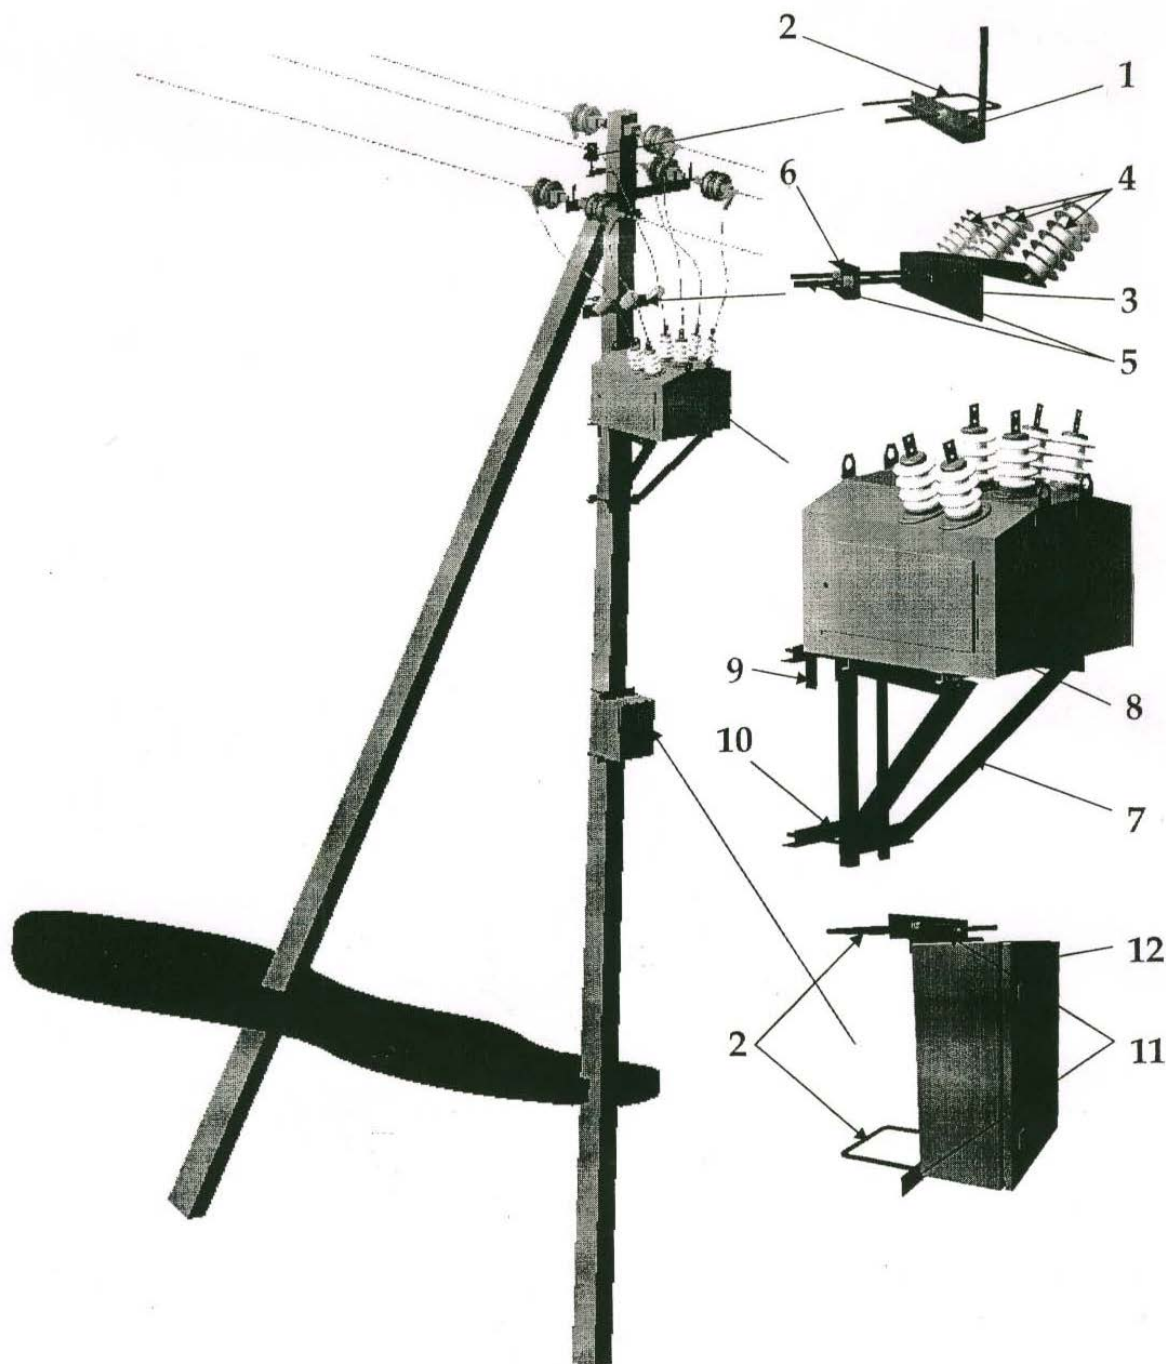
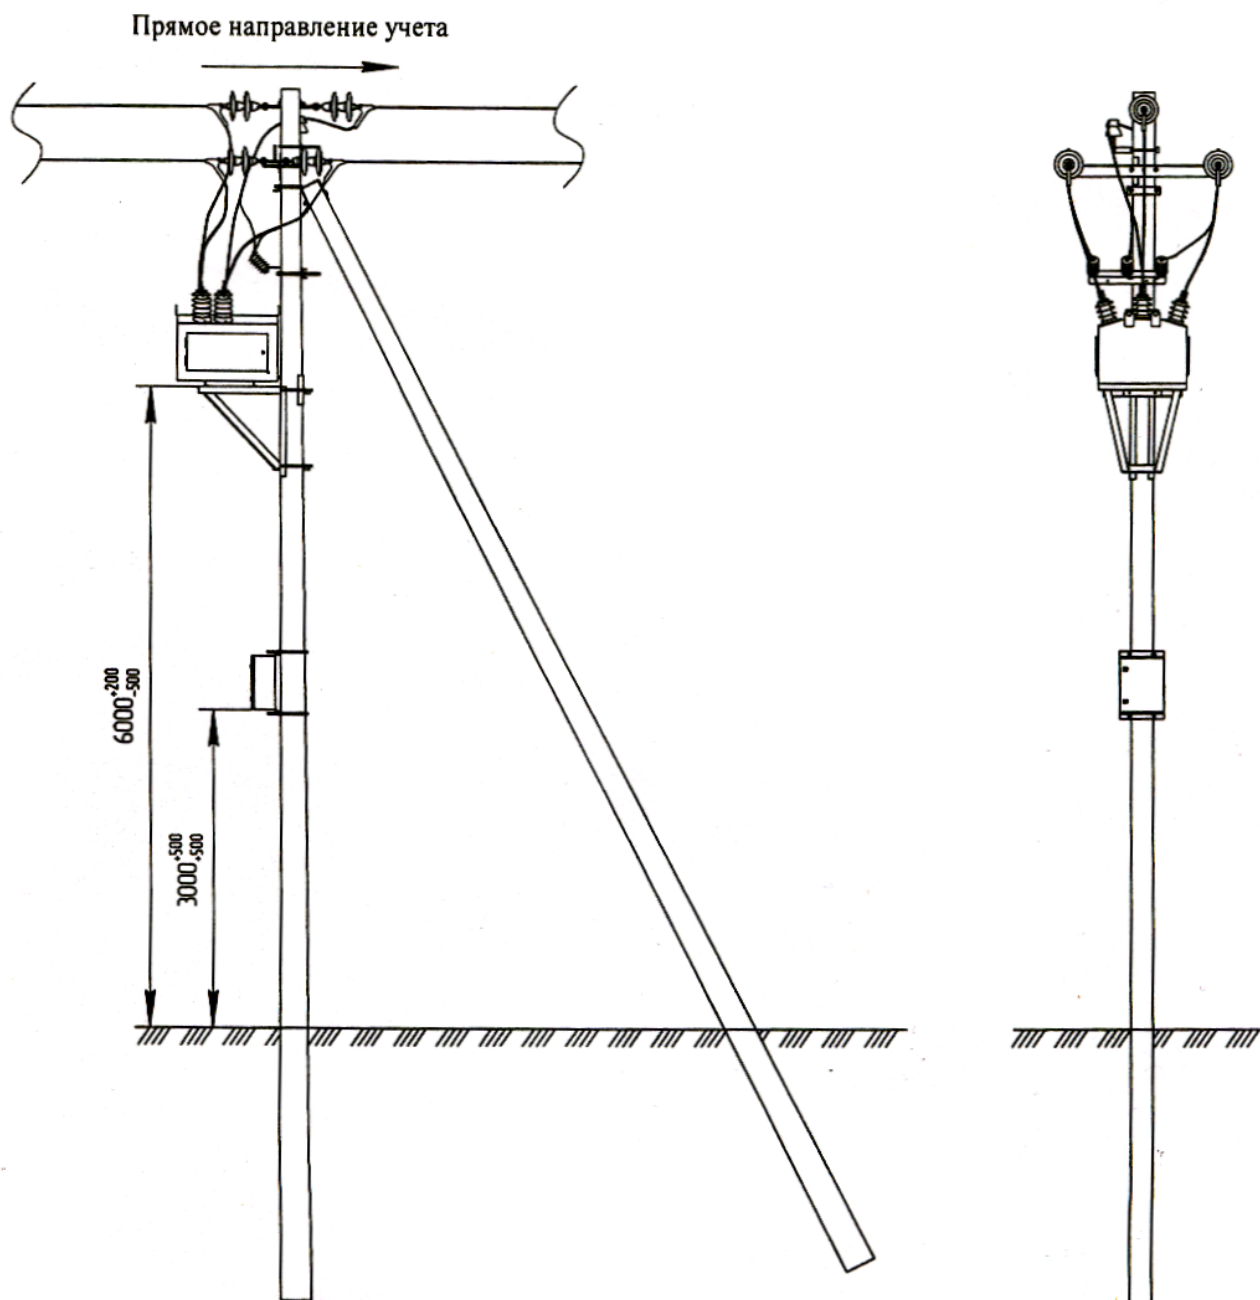

Рис. 4. Пункт коммерческого учета электроэнергии ПКУ-10(6). Схема монтажа
Рисунок 5. Пункт коммерческого учета электроэнергии ПКУ-10(6). Установка на опоре.
Монтаж ПКУ-10(6) осуществляется на анкерных или одностоечных железобетонных опорах типа СВ110-3,5 или СВ110-5 с предварительно установленными траверсами, натяжной арматурой, и натянутыми проводами, согласно схеме, приведенной на рис.4 и чертежу на рис. 5.